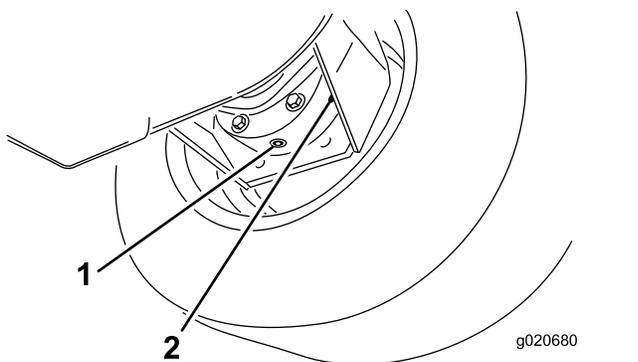

Рисунок 69
3. Подставьте поддон под корпус тормоза, снимите пробку сливного отверстия и дайте маслу стечь (Рисунок 69).